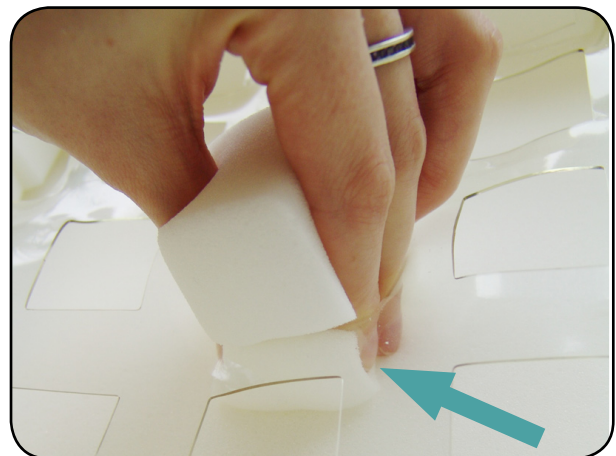

Abbildung 05 Würfel
3. Um die Schaumstoffwürfel herauszunehmen, drücken Sie zuerst die Schaumstoffwürfel von allen vier Ecken her zusammen. Dabei ist es wichtig, dass Sie unterhalb der Würfelmitte ansetzen (siehe Abbildung 05).